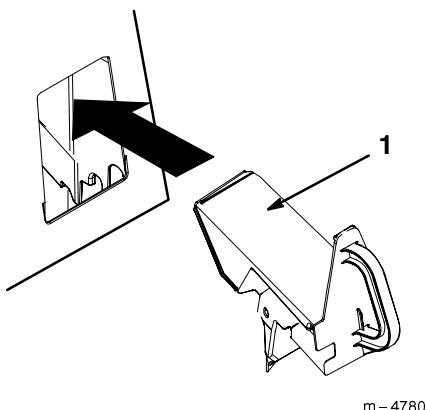

Figura 19
4. Introduzca el tapón de reciclaje en la abertura, tal como se indica en la Figura 19.